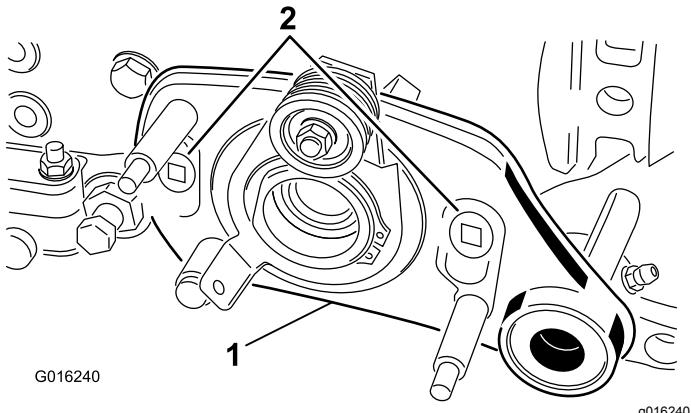

Figura 36
8. Rimuovete i 2 bulloni di spallamento che fissano il gruppo di rotazione del groomer agli adattatori della piastra laterale (**Figura 36**).